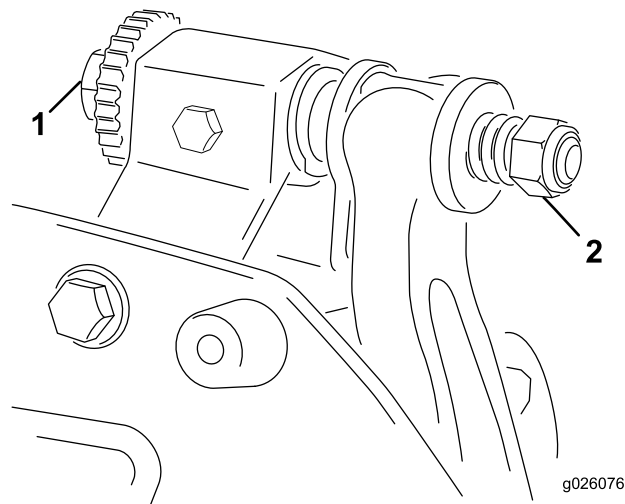

図 4
2. ベッドナイフとリールが見えるようにカッティングユニットを立てる。ユニットについているベッドバー調整ねじのナットが床に当たっていないことを確認する。 **図 4**。